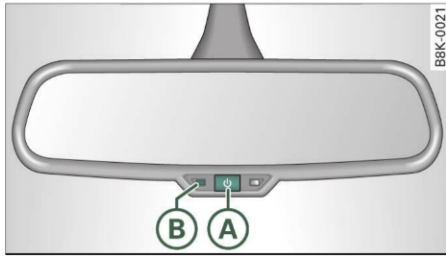

Fig. 49 Oglindă interioară cu reglare automată antiorbire*
- Apăsați tasta **A** ⇒ fig. 49. Lampa de control **B** se aprinde. Oglindă interioară și oglinzile laterale* se reglează pe poziția antiorbire în caz de lumină incidentă (de exemplu, lumina farurilor din spate).